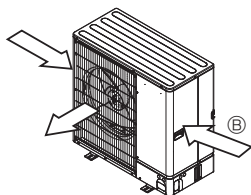

Fig. 2-6
- ③ Pokiaľ je to možné, jednotku umiestnite tak, aby výstup vzduchu fúkal kolmo na smer sezónneho vetra. (Fig. 2-6)